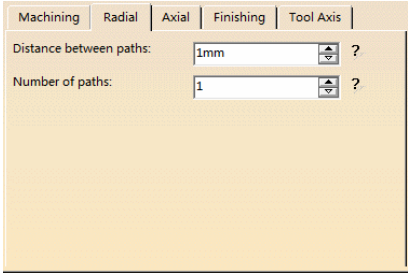

图 2-155 “Radial” 选项卡（3）
2) “Radial” 选项卡 (3) 如图 2-155 所示。该选项相关参数如下：